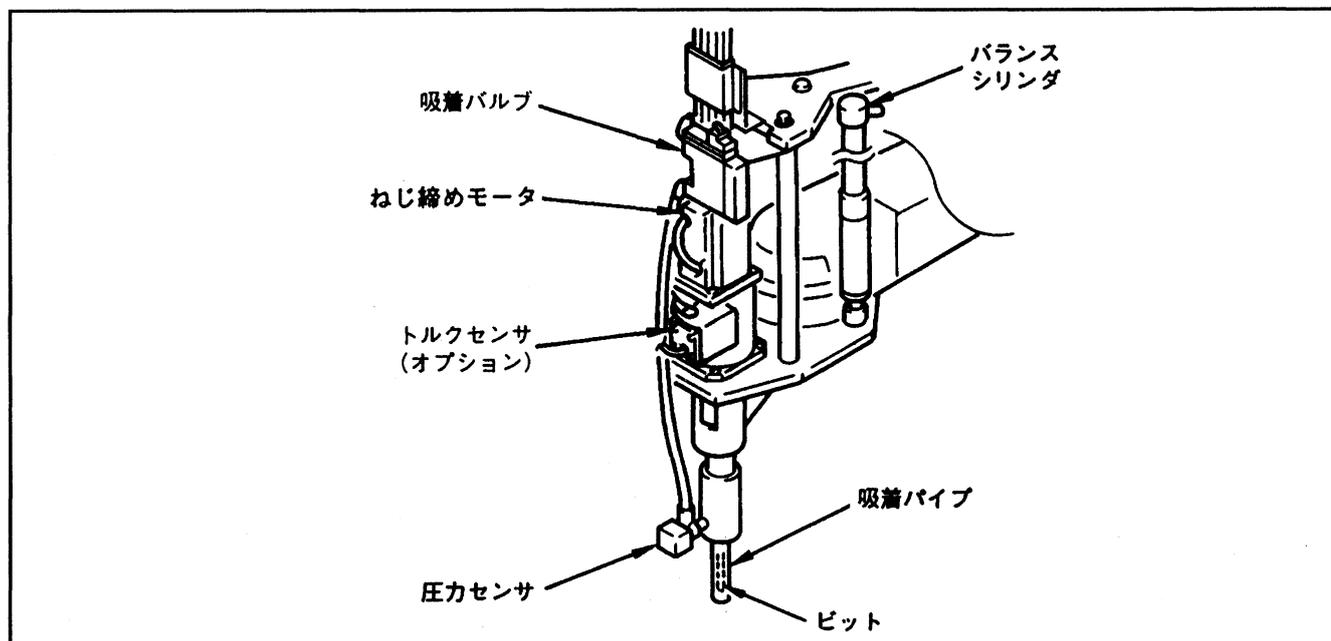

図1-3 ねじ締めヘッド部の各部の名称
(1) ねじ締めヘッド部の ねじ締めヘッド部の外観図と各部の名称を図1-3に示します。